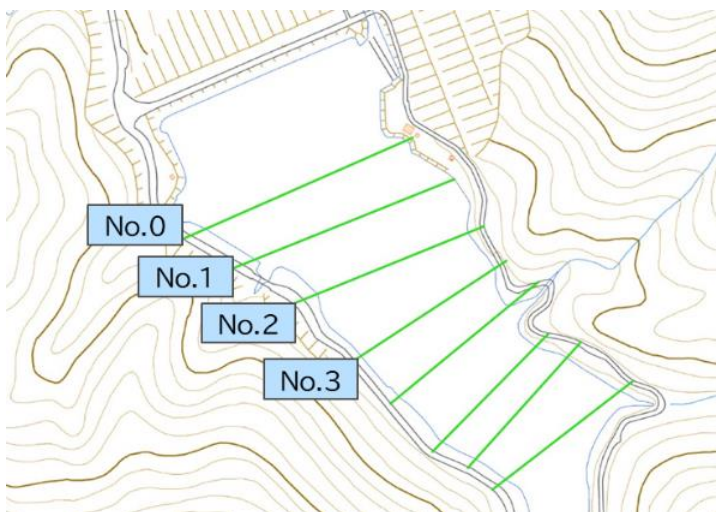
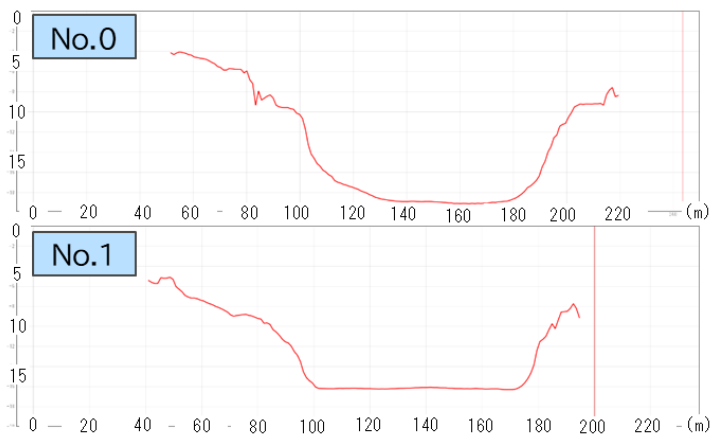

図 5. 現行調査の測線
図 6. 横断面図の例(No.0 測線・No.1 測線)
(3) 現行調査と同等の成果物の作成：現行調査では図 5 に示すような予め座標が決められた複数の測線上を一定ピッチで深度計測し、横断面図を作成している。今回、(2) で得られた計測結果を元に GIS を用いて断面図の作成を試みた結果を図 6 に示す。